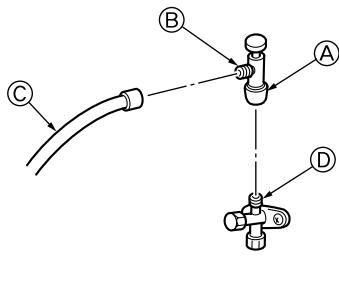

Fig. 4-8
**Précautions à prendre lors de l'utilisation de la soupape de charge (Fig.4-8)**